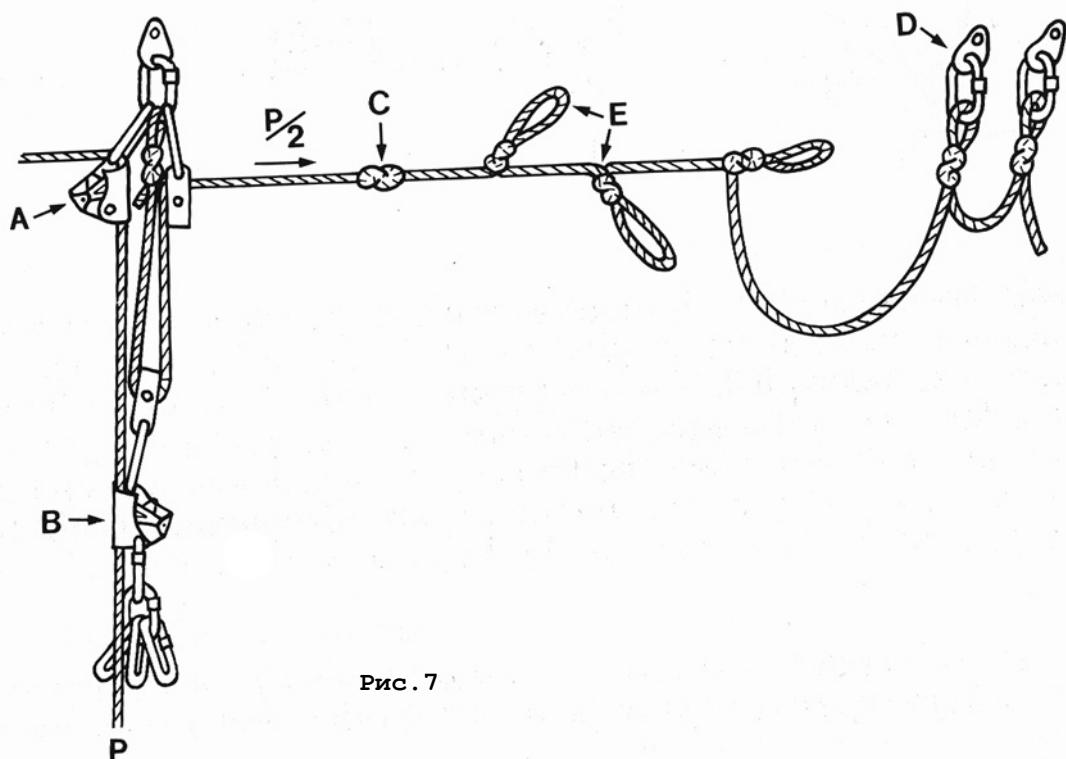

Рис. 7
С тем же комплектом роликов и зажимов можно собрать полиспаст Обенфорда (Obendorf pulley system), используя отдельную веревку (Рис.7) или, если существует такая возможность, верхний конец вытяжной веревки.
Сам по себе зажим достаточно надежен как страховочное устройство (Рис.7А), но в зависимости от наличия снаряжения можно использовать его сочетание с роликом или самостопорящийся узел. Самостопорящийся узел имеет преимущество в том, что если возникнет необходимость сбросить груз вниз, его легко преобразовать в «Итальянскую петлю» (см. стр.48).
Группа тянет веревку полиспаста (Рис.7С-Д) возвратно-поступательными движениями, что дает возможность:
- завязать петли для рук (Рис.7Е);
- завязать узел (Рис.7С), который не проходит через ролики, в качестве дополнительной меры безопасности;
- закрепить конец полиспастной веревки (Рис.7Д), в результате чего она превращается в перила, к которым члены тянувшей группы могут пристегнуться усами;
- во время спасательных работ, когда подъем ведется с отдельной страховочной веревкой (life-line), чередовать функции вытяжной и страховочной веревок простым перемещением тянувшего зажима (Рис.7В) с одной на другую.⁴³
Кто-то должен находиться рядом с полиспастом, чтобы выбирать через зажим вытаскиваемую веревку (Рис.7А), но в любом случае полезно, чтобы кто-нибудь был там, где он может видеть происходящее внизу и передавать необходимые указания тянувшим.